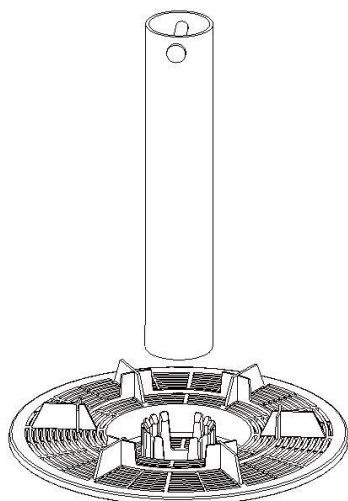
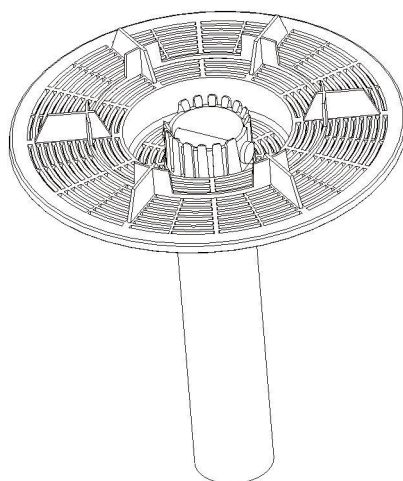
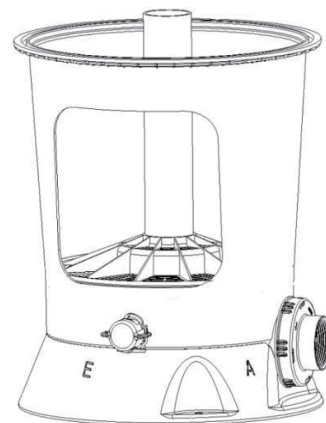

Рис. 3
Рис. 4
Рис. 5
Перед засыпкой песка соедините центральную соединительную трубку (9) и водораспределитель (10), как показано на Рис.3, совместите соединительный штифт в положении А с большим зазором на водораспределителе В, и вдавите распределитель воды в положение, поместите в направлении стрелки (как показано на Рис. 4, если крюк распределителя воды подсоединен к торцу центральной соединительной трубки, он собран на месте), а затем поместите собранные компоненты распределителя воды в корпус, как показано на Рис.5.